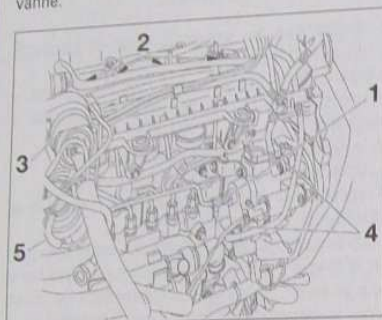

FIG.28
- la canalisation haute pression (1) en sortie de pompe en maintenant le raccord sur de la pompe (Fig.28).
- les tuyaux d'alimentation basse pression (4) de la pompe haute pression et les dégager.
- le connecteur (3) du faisceau moteur situé au-dessus de la vanne EGR.
- Débrancher les injecteurs (2).
- Déposer la canalisation (5) à dépression de la vanne EGR et le conduit d'échappement de la vanne.